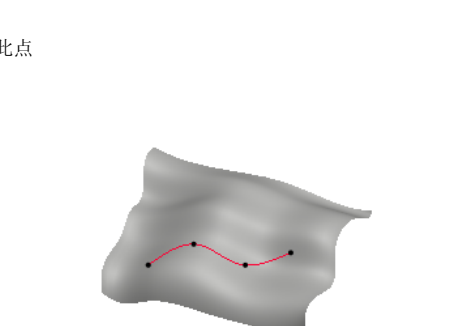

图 8.2.19 将 COS 曲线转化为“自由”曲线
(1) 可以将 COS 曲线转化为“自由”曲线,操作方法为:在“造型：曲线编辑”操控板中单击“更改为自由曲线”按钮 ,系统弹出“确认”对话框,并提示 **将平面曲线转换为自由曲线?**,单击 **是(Y)** 按钮。COS 曲线转化成“自由”曲线后,我们会注意到,曲线点的形式从小方框(□)变为小圆点(●),如图 8.2.19 所示。此时,我们便可以将曲线上的点拖离开所选的曲面。
(2) 可以将 COS 曲线转化为“平面”曲线,操作方法为:在“造型：曲线编辑”操控板中单击“更改为平面曲线”按钮 ,在系统  提示 **选择一个基准平面或曲线参考以将自由曲线转换为平面。** 的提示下,单击一个基准平面或曲线参考。
(3) 不能将“自由”曲线和“平面”曲线转化为 COS 曲线。